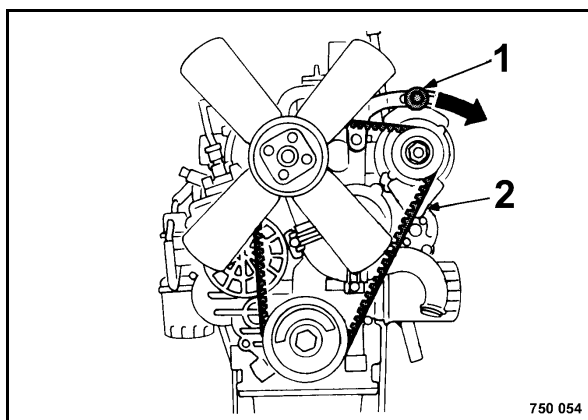

Рис. 99
- Слегка ослабить крепежные винты (1) и (2) (Рис. 99).